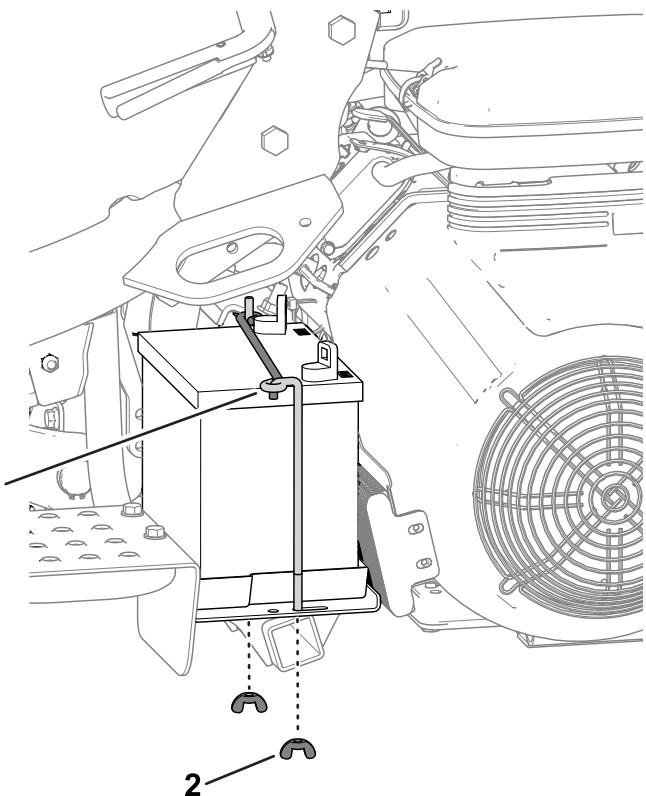

Figure 45
2. Retirez les écrous à oreilles et les tiges qui fixent la batterie sur à la plate-forme (Figure 45) et sortez la batterie.
5. Placez la batterie sur son support et fixez-la en place avec les tiges et les fixations retirées précédemment (Figure 45).